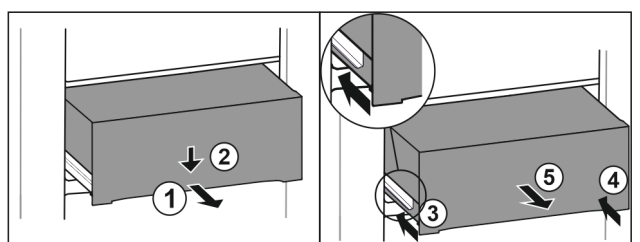

Fig. 118
- ▶ Изтегнете чекмеджето наполовина. Fig. 118 (1)
- ▶ Натиснете надолу чекмеджето от предната страна. Fig. 118 (2)
- ▶ Вкарайте лявата релса приблизително 2 cm навътре. Fig. 118 (3)
- ▶ Вкарайте дясната релса приблизително 2 cm навътре. Fig. 118 (4)
- ▶ Извадете чекмеджето напред. Fig. 118 (5)